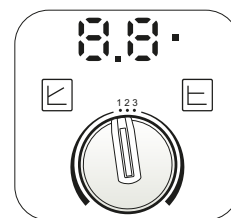

рис. 34
**- Настройка максимальной постоянной скорости (рис. 34)**